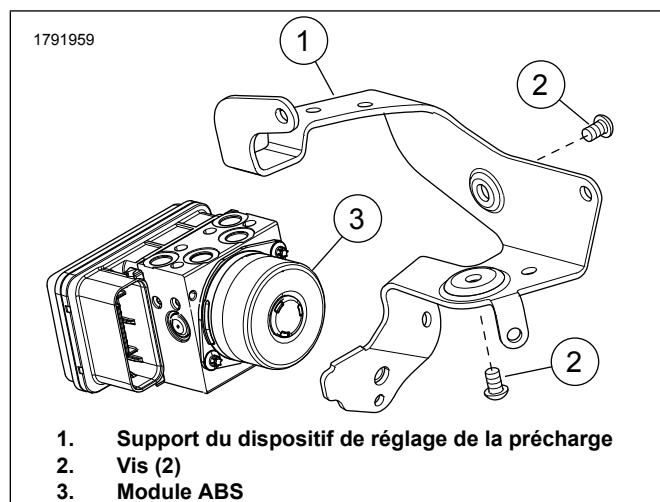

Figure 4. Support AVEC module ABS
- a. Voir la Figure 4. Installez un nouveau support (1) au module ABS.
- b. Installez les vis (2). Serrer.